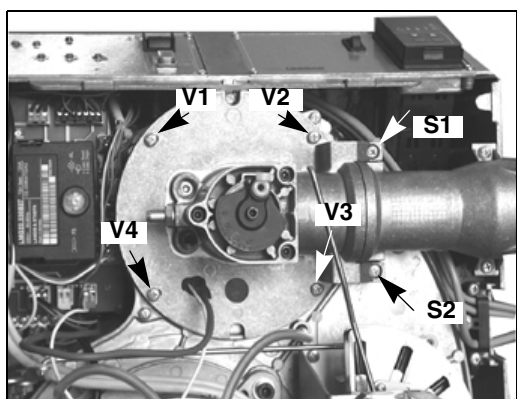

Fig. 41
- Demontați, examinați și curățați capul de ardere (vezi Fig. 41) ;
- 1 Demonati cele 4 suruburi V1, V2, V3, V4 si perechea de suruburi S1 si S2 (Fig. 41) ;